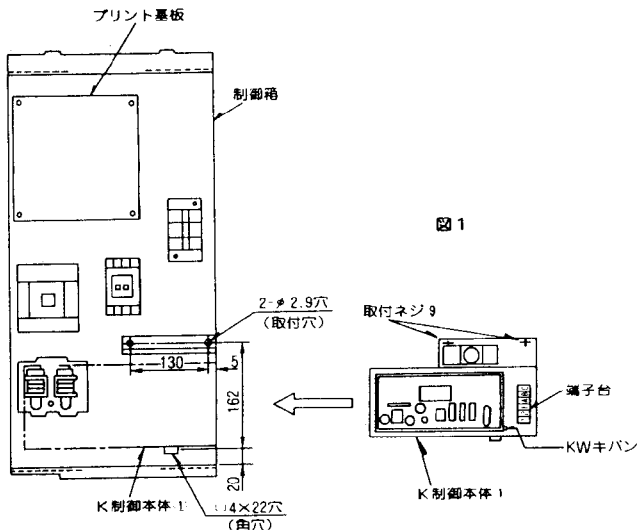

図1
- 制御箱の右下の角穴にK制御キット1の下部凸部を挿入し、取付穴に取付ネジ9を2個使用して取付けてください。(図1参照)